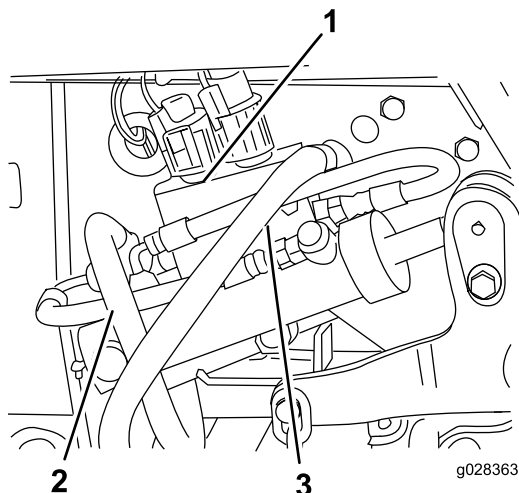

Figura 88
44. Encaminhe e ligue as mangueiras de pressão hidráulica e do depósito à válvula (Figura 88).